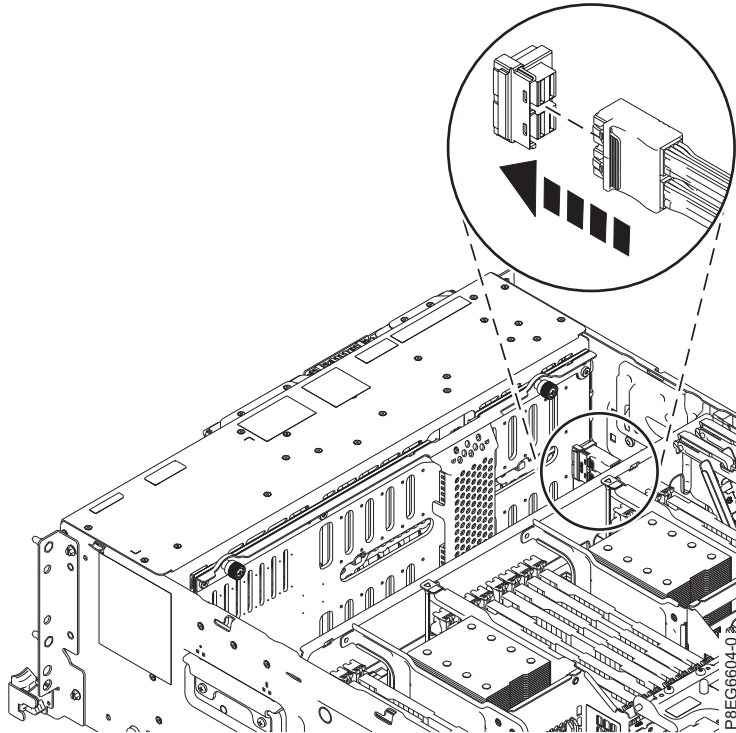

Figure 8. Reconnexion des câbles SAS
- Reconnectez les câbles SAS avant au port de connecteur du fond de panier de l'unité de disque, comme illustré à la figure 8, à la page 9. Appuyez sur le connecteur jusqu'à ce que vous entendiez un clic.